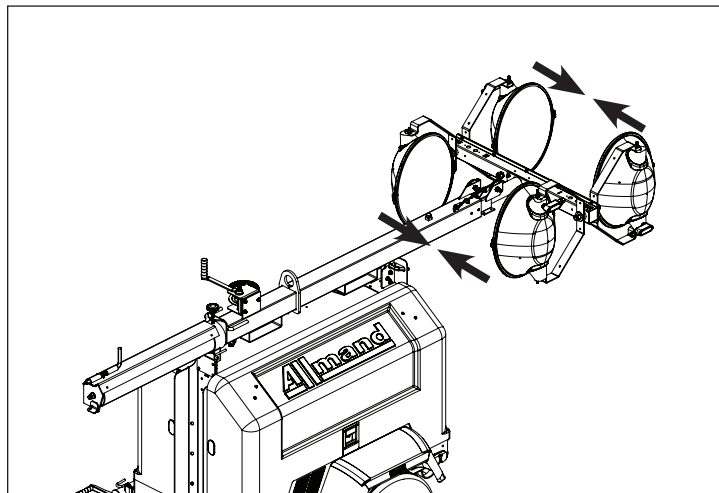

Figure 2
- Repositionner les luminaires pour le remorquage/Transport en tournant la culasse de lampe de sorte qu'elle soit perpendiculaire avec la barre de lumières. Placer les luminaires pour qu'ils fassent face au centre de la remorque. Voir Figure 2.